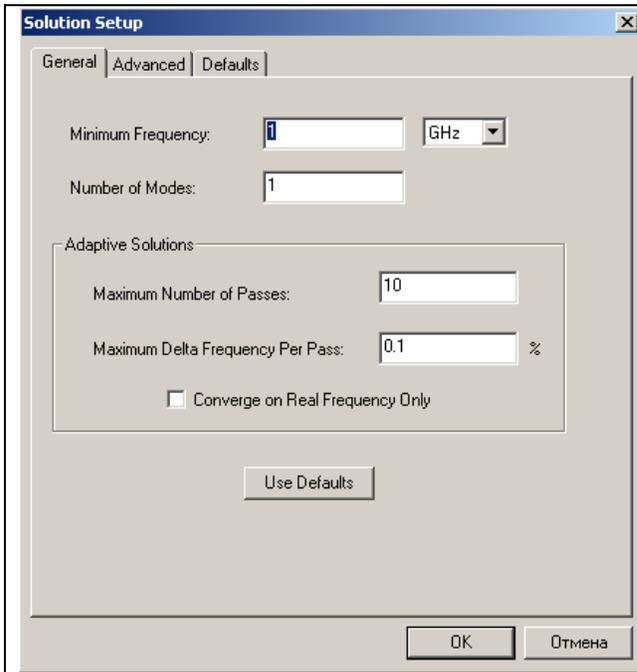

Рис. 6.3. Закладка General окна установки на решение
6. Используя полученную сетку разбиения, HFSS вычисляет методом конечных элементов электромагнитные поля, которые существуют внутри структуры. Тетраэдры в этом режиме имеют меньшие размеры (рис. 6.3).
8. HFSS повторно вычисляет ошибку, и итеративный процесс (решение — анализ ошибок — адаптивное усовершенствование) повторяется, пока критерии сходимости не удовлетворены или не выполнено максимальное число адаптивных проходов (рис. 6.3).